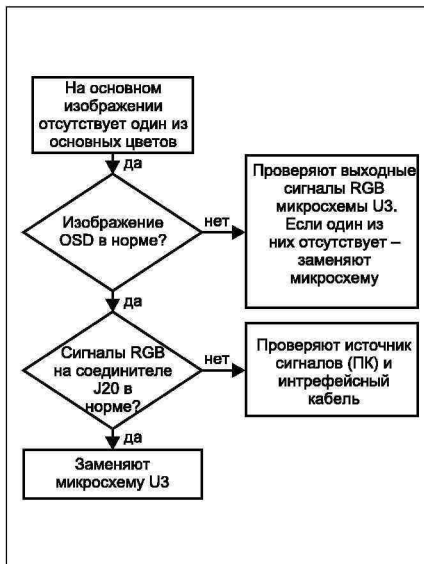

Рис. 14
- На основном изображении отсутствует один из основных цветов (рис. 14).